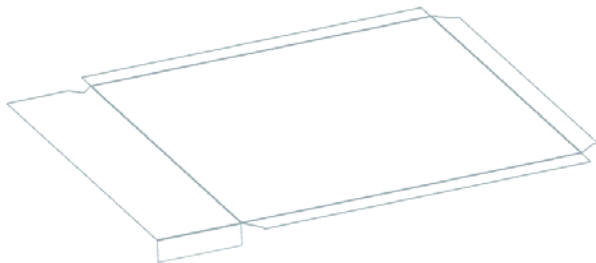

图 11-97 创建弯边特征
(4) 在“弯边”对话框中, 单击  按钮, 创建弯边特征, 如图 11-97 所示。